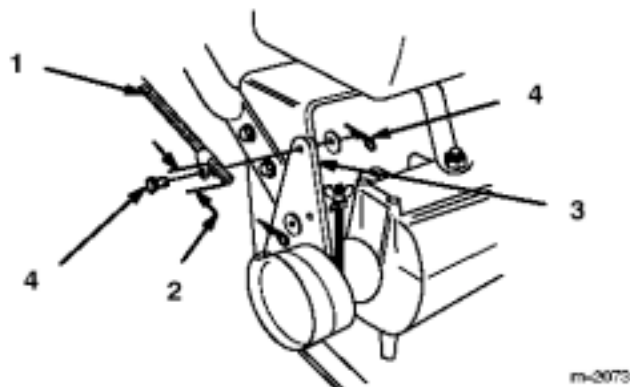

图7
- 1、将两侧拉杆上的接头同时旋到距离终端2寸(51mm)位置。这点是引擎起动位置。(图7)
- 2、将插销插入拉杆接头的孔中，再从外侧插入惰板的孔中，安装垫片，用开口销锁好。(图7)